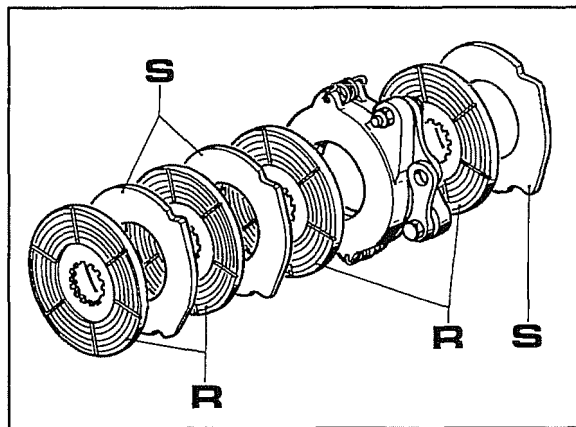

Fig. 23
- La fig.23 rappresenta una massa frenante completa riscontrabile su macchina dal numero di telaio C467494 in poi.